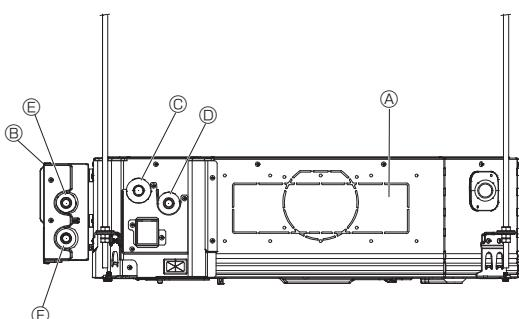

Fig. 4-10
1.Подсоедините выпускную трубу Ⓛ внутреннего блока к впускной трубе Ⓟ КОМПЛЕКТА КЛАПАНА с помощью соединителя Ø22 (приобретается по месту монтажа). (Fig. 4-10)